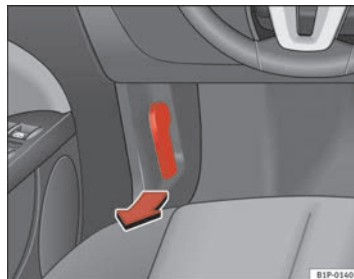

Abb. 142 Ausschnitt aus dem Fußraum auf der Fahrerseite: Entriegelungshebel für die Motorraumklappe
- Ziehen Sie den Hebel unter der Instrumententafel ⇒ Seite 227, Abb. 142 in Pfeilrichtung. Die Motorraumklappe wird durch Federwirkung entriegelt ⇒ .